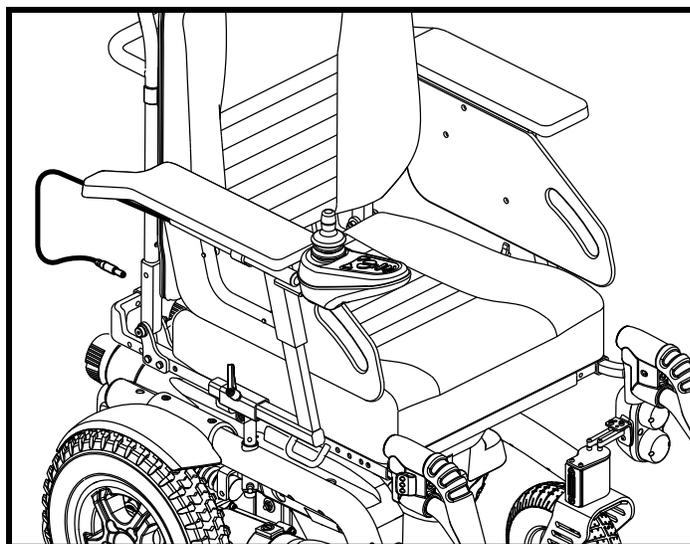

Abb. 12. Steuerkabelführung
6. Das Steuergeräte-Kabel an die Rückseite der Motorbasis führen und dabei sichergehen, dass sich das Kabel nicht in den Sitzscharnieren verklemmen kann. **Siehe Abbildung 12.**